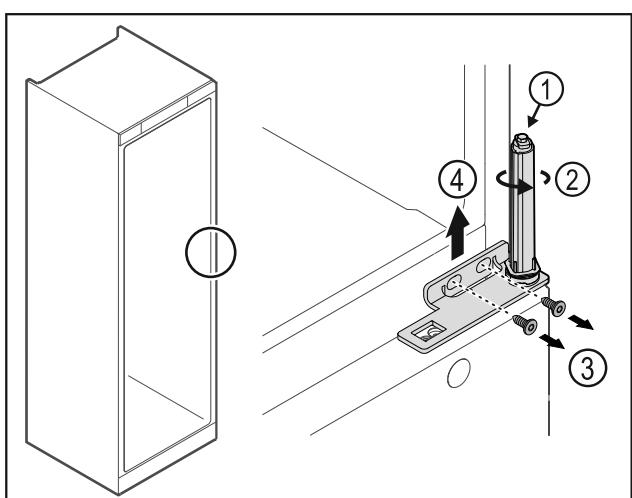

Fig. 27
► Не разбирайте систему закрытия двери Fig. 27 (1).
- Поворачивайте систему закрытия Fig. 27 (2) до щелчка.
- Открутите винты Fig. 27 (3), снимите шарнирные уголки движением вверх Fig. 27 (4).